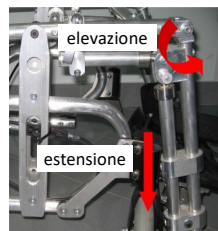

fig. 7: Meccanismo elastico di estensione
A) Controllare il funzionamento del meccanismo elastico di elevazione dei poggiatesta come segue: tenere ferma la struttura con una mano ed alzare con l'altra i poggiatesta dall'estremità (fig. 7). Verificare che il movimento sia lineare e senza contraccolpi.
B) Controllare il funzionamento del meccanismo elastico di estensione dei tubi poggiatesta come segue: tenere ferma la struttura con una mano ed applicare con l'altra una forza sui poggiatesta verso il basso (fig. 7). Verificare che lo scorrimento sia lineare e senza contraccolpi.